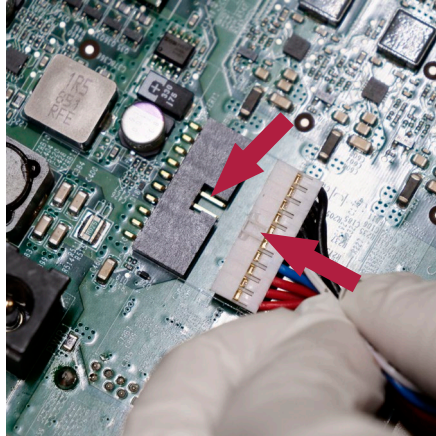

Figura 27 Reconexión del conector de la batería
a) Vuelva a conectar la batería al conector de la batería (véase la Figura 12 y la Figura 27)